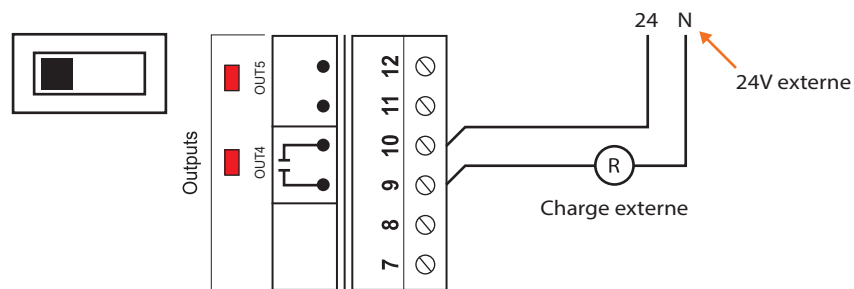

Figure 11 - Raccordement des sorties passives 3 et 4
- Figure 11 - Raccordement des sorti
2) Sortie passive (**SINK**). Le C1000 ouvre et ferme un contact pour permettre à une source externe d'alimenter la charge (voir figure 11).